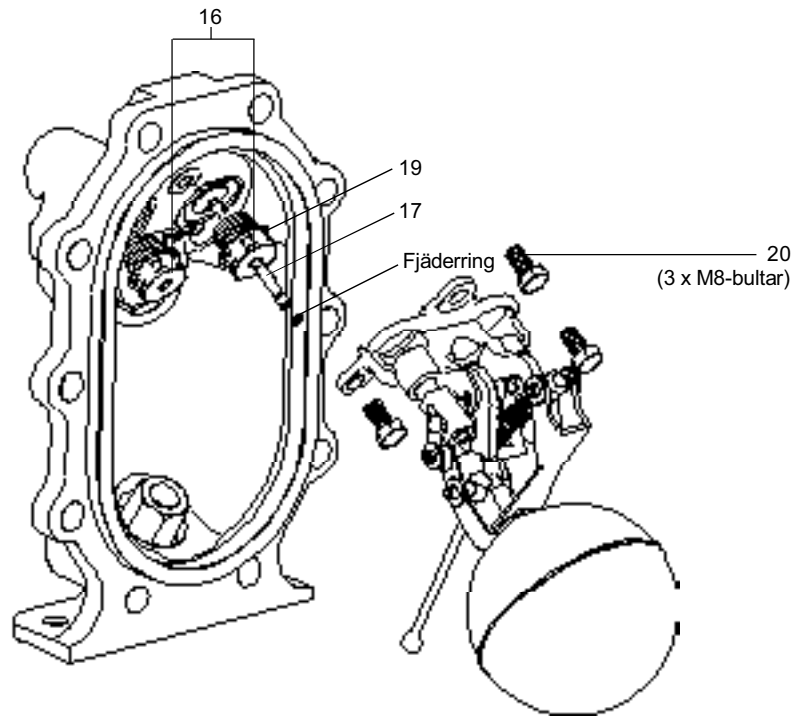

Fig. 23
9. De två säterna (del 16) är identiska. Sätt in den nya ångventilen (del 17) enligt Fig. 23, med dess sphere placerad i den gängade änden av det nya sätet.